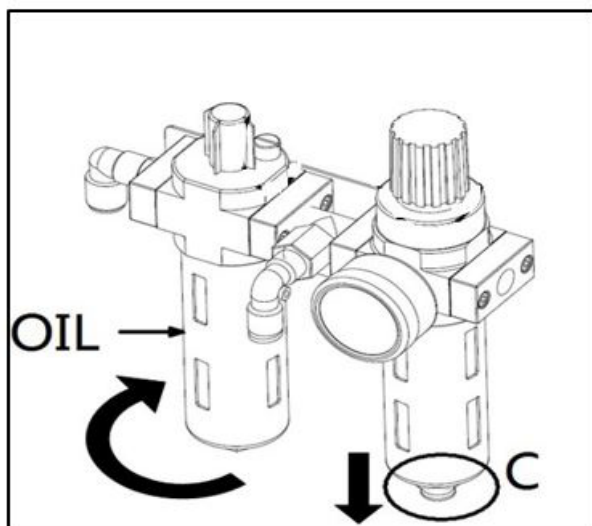

FIG40
- Kontrollér jævnligt oliestanden i tågeolierens beholder. Hvis den er lavere end olieskalaen, påfyld SAE30-fedt (Fig40).